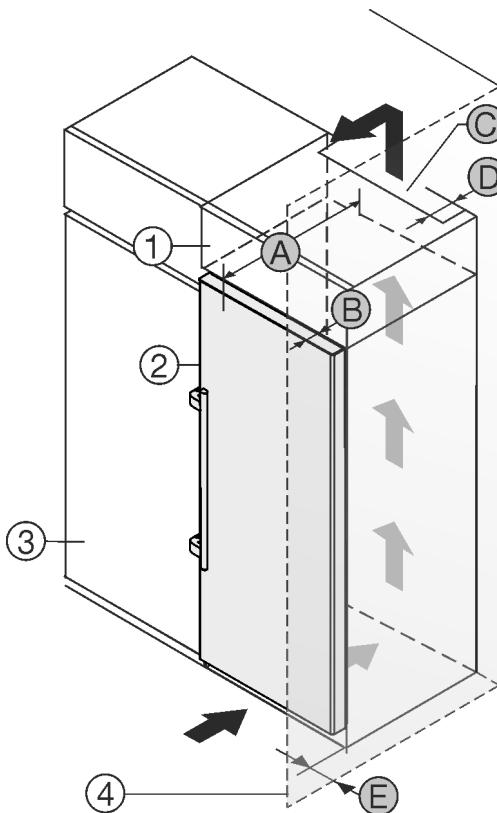

Fig. 2
Μπορείτε να τοποθετήστε τη συσκευή ακριβώς δίπλα από το ντουλάπι κουζίνας Fig. 2 (3).\*
Στην πίσω πλευρά του επικαθήμενου ντουλαπιού πρέπει να υπάρχει ένα κενό εξαγωγής αέρα με βάθος Fig. 2 (D) σε όλο το πλάτος του επικαθήμενου ντουλαπιού.\*
Κάτω από την οροφή του δωματίου πρέπει να τηρείται η διατομή εξαερισμού Fig. 2 (C).\*
Εάν τοποθετήσετε τη συσκευή με τους μεντεσέδες δίπλα σε κάποιον τοίχο Fig. 2 (4), τότε πρέπει η απόσταση ανάμεσα στη συσκευή και στον τοίχο να ανέρχεται σε τουλάχιστον 57 mm. Αντιστοιχεί στην προεξοχή της χειρολαβής όταν η πόρτα είναι ανοιχτή.\*
Για να μπορείτε να ανοίγετε τελείως την πόρτα, πρέπει η συσκευή να προεξέχει κατά το βάθος της πόρτας Fig. 2 (B) από την πρόσοψη του ντουλαπιού κουζίνας. Η συσκευή μπορεί να προεξέχει περισσότερο, ανάλογα με το βάθος των ντουλαπιών κουζίνας Fig. 2 (3) και την χρήση αποστατών τοίχου.\*